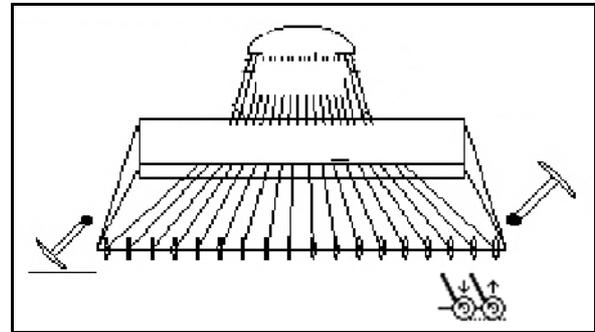

Fig. 51
1. Présélectionnez la fonction Pression des socs / du recouvreur (Fig. 51).